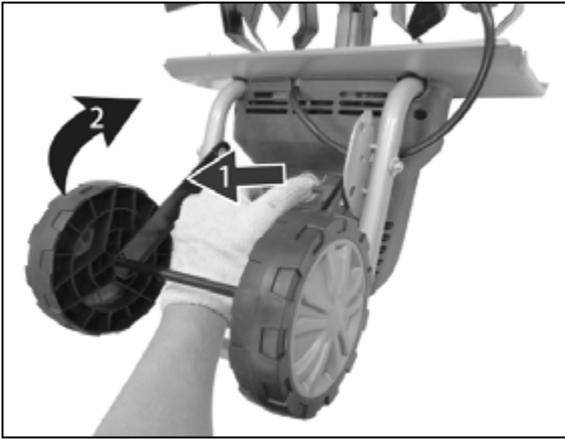
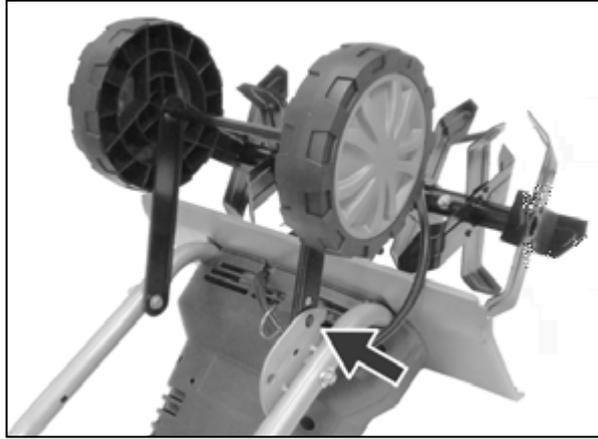

Рис. 8
Рис. 9
4. Вытяните штифт регулировки положения колеса (8), затем поверните колесо в нижнее положение и отпустите штифт, чтобы зафиксировать колесо, как показано на Рис. 8 и Рис. 9.